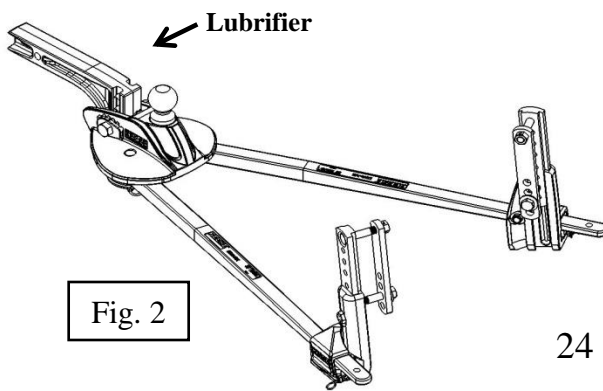

Fig. 2
- Lubrifier la boule d'attelage avec de la graisse de qualité automobile pour prévenir l'usure excessive (voir Fig. 2).